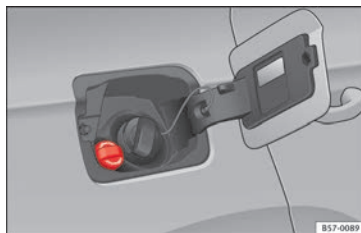

Fig. 238 Tappo di rabbocco del serbatoio di AdBlue.
- Aprire lo sportellino del serbatoio » **fig. 238.**
- Svitare il flacone in senso antiorario ed estrarlo verso l'alto con cautela » ❶.
- Ruotare verso sinistra il tappo del bocchettone di riempimento dell'SCR » **fig. 238**.